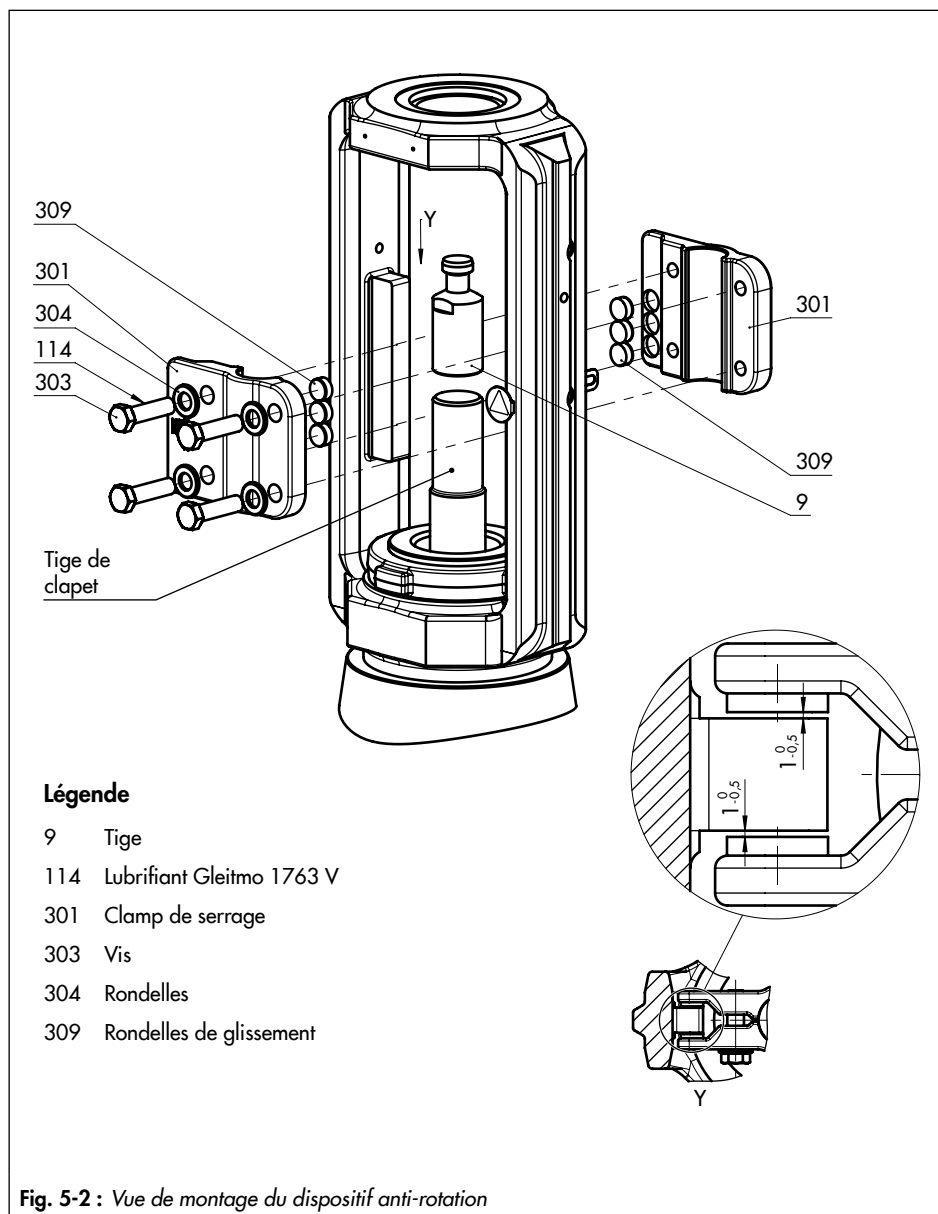

Fig. 5-2 : Vue de montage du dispositif anti-rotation
Voir Fig. 5-1 et Fig. 5-2
- Il existe un interstice nominal de 0,5 à 1 mm de chaque côté entre les rondelles de glissement et leur support sur l'arcade (cf. détail Y dans la Fig. 5-2).